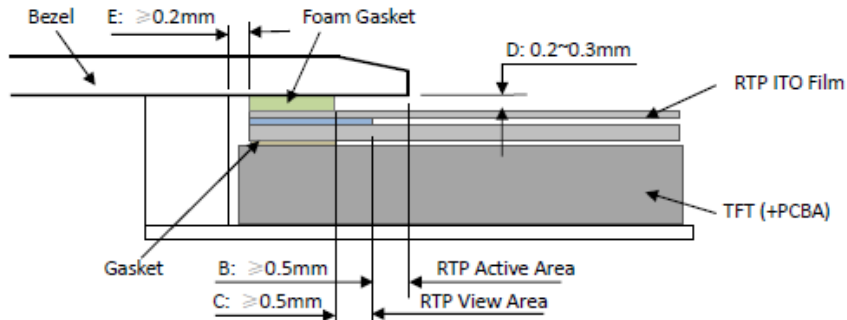

Figure 4
- It should bezel touching the RTP Active Area (A.A.) to prevent abnormal touch.It should left gab D=0.2~0.3mm in between. (Figure 4)
- 为避免面框直接压在动作区 (A. A.) 上造成误动作，面框与电阻触摸屏 (RTP) 之间应留有一定的空隙 D=0.2~0.3mm 之间。(附图 4)
bezel and RTP).The suggested figures are  $B \geq 0.50\text{mm}$ ;  $C \geq 0.50\text{mm}$ . (Figure 4)
- The bezel side wall should keep space  $E = 0.2 \sim 0.3\text{mm}$  from the RTP. (Figure 4)
动作区的边缘，面框边缘到 V. A. 区的距离  $B \geq 0.50\text{mm}$ ；垫圈内边缘到 V. A. 区的距离  $C \geq 0.50\text{mm}$ 。（附图 4）
- 在设计面框与 RTP 组装时，应考虑到面框内侧与 RTP 外侧的间距  $E \geq 0.2\text{mm}$ 。（附图 4）